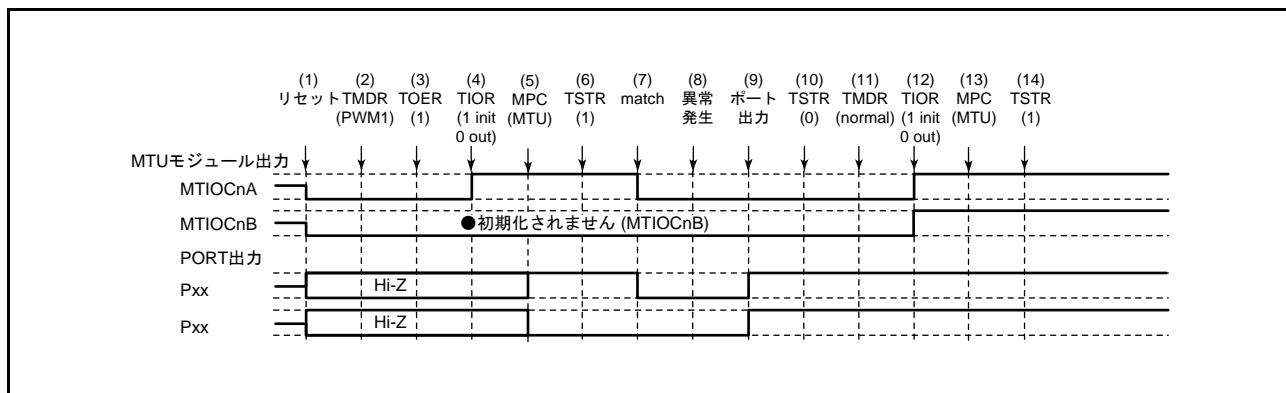

図 22.133 PWM モード 1 で異常が発生し、ノーマルモードで復帰する場合
PWM モード 1 で異常が発生し、再設定後ノーマルモードで再スタートする場合の説明図を図 22.133 に示します。
- (1) ~ (10) は図 22.133 と共通です。
- (11) PWM モード 1 で再スタートする場合には必要ありません。
- (12) TIOR レジスタで端子を初期化してください。なお、PWM モード 1 では MTIOCnB (MTIOCnD) 端子に波形が出力されません。出力すべきレベルがある場合は、I/O ポートのポート方向レジスタ (PDR)、ポート出力データレジスタ (PODR) で汎用出力ポートの設定をしてください。
- (13) MPC と I/O ポートのポートモードレジスタ (PMR) で MTU 出力としてください。
- (14) TSTR レジスタで再スタートします。
(1) ~ (10) は図 22.133 と共通です。
(11) PWM モード 2 を設定します。
(12) TIOR レジスタで端子を初期化してください。なお、PWM モード 2 では周期レジスタの端子に波形が出力されません。出力すべきレベルがある場合は、I/O ポートのポート方向レジスタ (PDR)、ポート出力データレジスタ (PODR) で汎用出力ポートの設定をしてください。
(13) MPC と I/O ポートのポートモードレジスタ (PMR) で MTU 出力としてください。
(14) TSTR レジスタで再スタートします。
(11) 位相計数モードを設定します。
(12) TIOR レジスタで端子を初期化してください。
- (11) 波形生成部の初期化のためノーマルモードを設定してください。
- (12) TIOR レジスタで PWM モード 1 の波形生成部を初期化してください。
- (13) TIOR レジスタで PWM モード 1 の波形生成部の動作を禁止してください。
- (14) TOER レジスタで MTU3、MTU4 の出力を禁止してください。
- (15) TOCR レジスタで相補 PWM モードの出力レベルと周期出力の許可 / 禁止を選択してください。
- (16) 相補 PWM モードを設定します。
- (17) TOER レジスタで MTU3、MTU4 の出力を許可してください。
- (18) MPC と I/O ポートのポートモードレジスタ (PMR) で MTU 出力としてください。
- (19) TSTR レジスタで再スタートします。